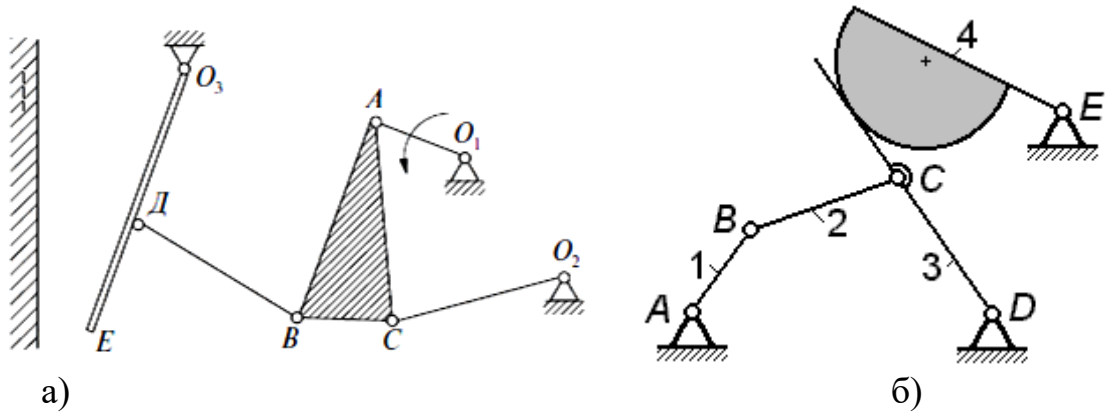

Рис. 1.4 Определение степени подвижности механизма
2. Определить степень подвижности механизмов, изображенных на рис. 1.4